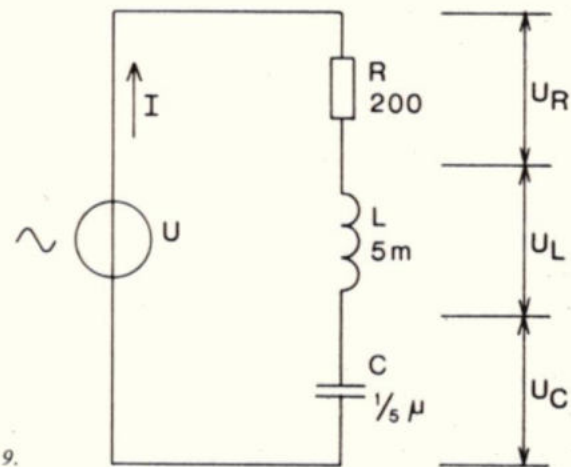

Fig. 9.
9. De frequentie van de spanning U in fig. 9 is 8000 Hz. De spanning $U_L = 1 \text{ V}$. Teken het wijzer(vector)diagram van U, U_R , U_L , U_C en de stroom I. Schalen: 1 cm \triangleq 100 mV; 1 cm \triangleq 1 mA.